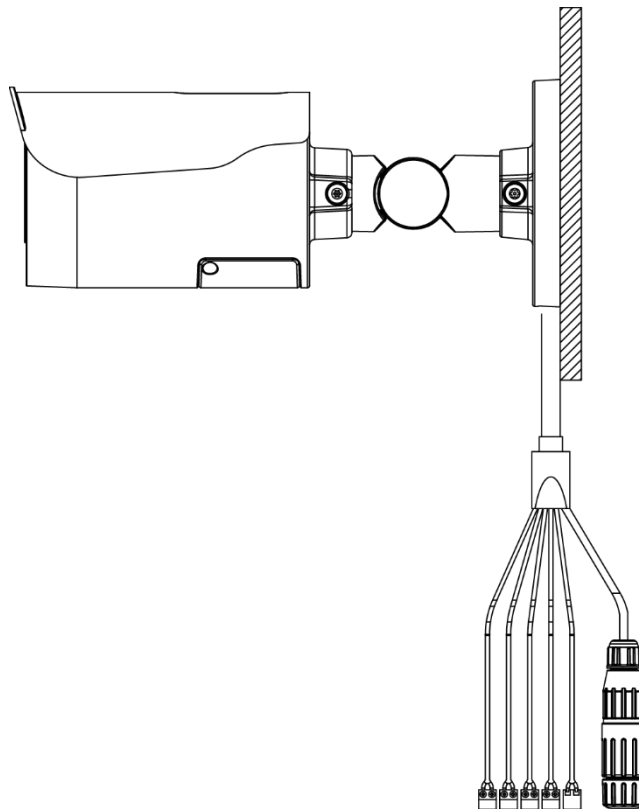

Figura 2-3: Conexión de los cables tipo II - Orificio de la superficie de montaje
- Hay dos formas de conectar los cables, según su aplicación. Pase todos los cables que salen del soporte a través del orificio de la superficie (Figura 2-2, Tipo I) o colóquelos junto al orificio lateral del soporte (Figura 2-3, Tipo II), como se ilustra a continuación.